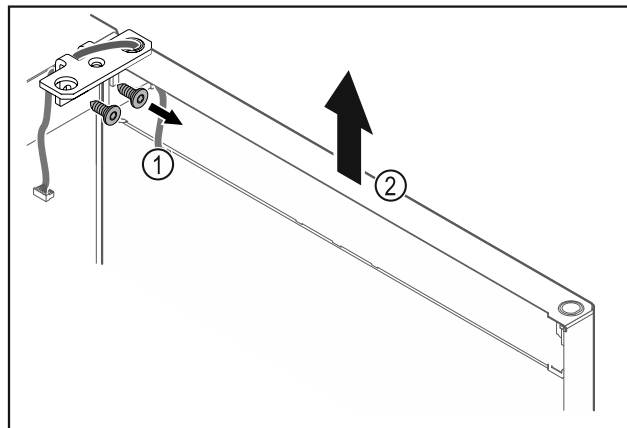

Fig. 20
- ▶ Odšroubujte úhelník závěsu Fig. 20 (1).
- ▶ Zvedněte dvířka včetně úhelníku závěsu Fig. 20 (2) přibližně 200 mm rovně směrem nahoru a vyjměte je.